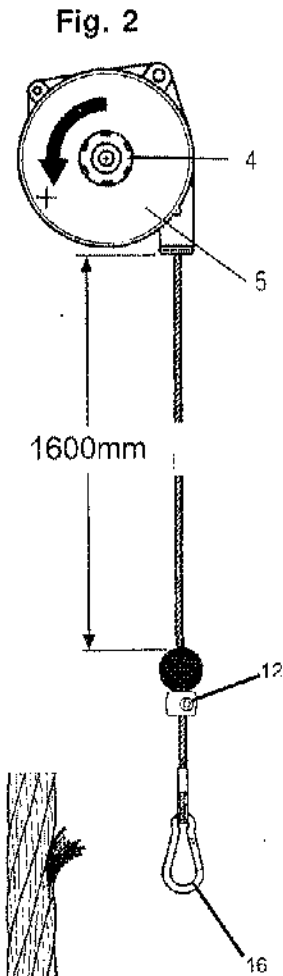
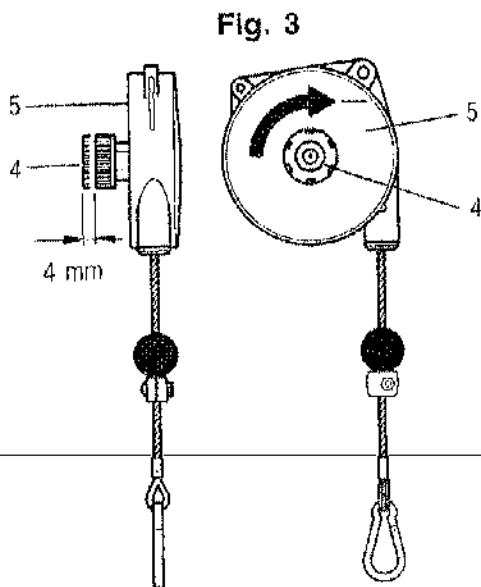

Fig. 2
Fig. 3
Para equilibrar cargas mayores dentro de la capacidad de carga permitida, gire el pomo (4) (Fig.2) (en sentido levógiro, identificado por el símbolo "+"; la regulación no es continua, sino a saltos), después de cada salto el pomo (4) debe volver a ponerse en contacto con la placa (5) (Fig.2). Para equilibrar cargas más ligeras extraiga el pomo (4) y, manteniéndolo bien apretado, gírelo tal como se ilustra en la (Fig.3) después de cada salto el pomo debe volver a ponerse en contacto con la placa (5) (Fig.3).
La carga a equilibrar se deberá colgar al mosquetón (16) (Fig.2). Verifique que, después de la aplicación de la carga, el mosquetón quede bien cerrado.
Si es necesario, desplace y fije la abrazadera (12) (Fig.2) para limitar el recorrido hacia arriba.
! **No desenganche la carga si la abrazadera (12) (Fig.2) no está apoyada a la grapa del cable (POSICIÓN VISIBLE EN FIG.2)**